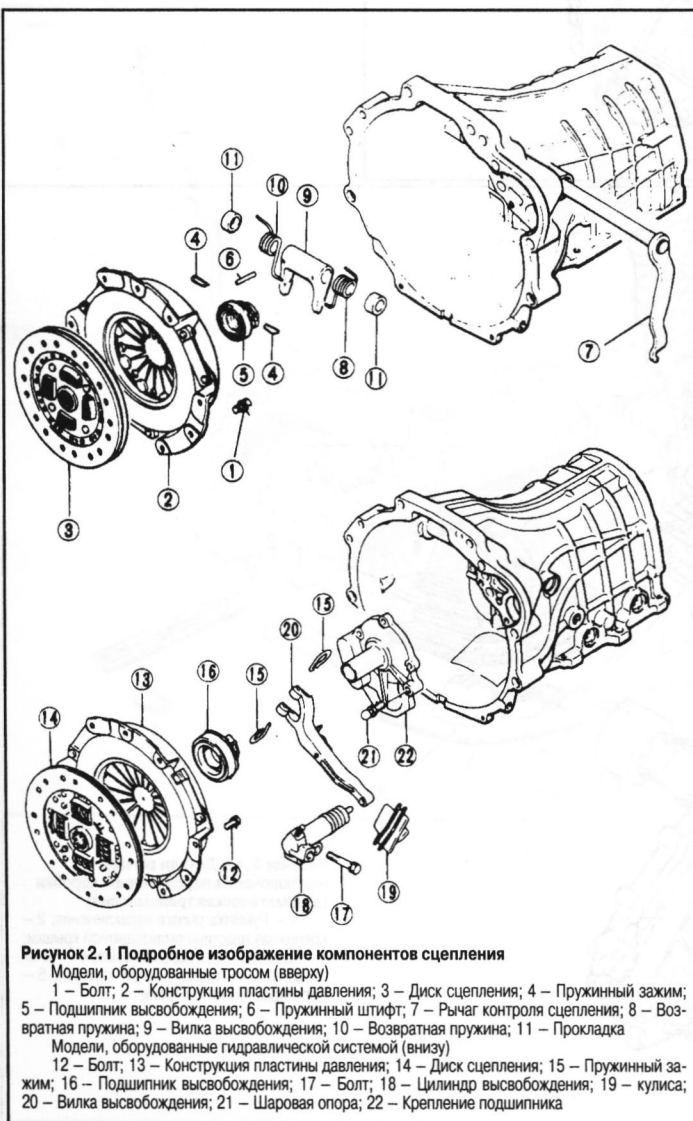

Рисунок 2.1 Подробное изображение компонентов сцепления
3. Отсоедините пружинный(е) зажим(ы), затем снимите подшипник высвобождения с входного вала трансмиссии (см. Рисунок 2.1).